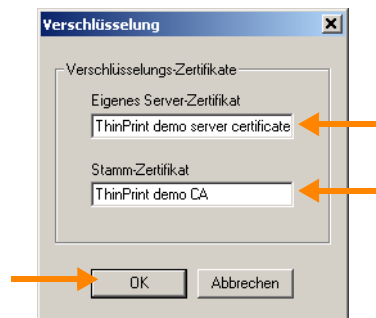

Bild 48 MMC: Namen der Zertifikate eingeben
3. Geben Sie die Namen von Server- und Stammzertifikat ein (Bild 48), und bestätigen Sie mit OK.